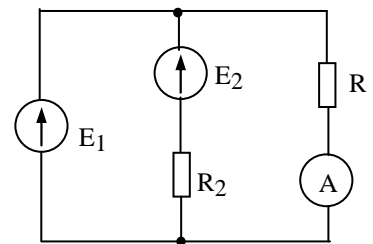

Рис.1.4.2
1.4.2. Определить величину и направление тока через амперметр A (рисунок 1.4.2), если $E_1=4$ В, $E_2=6$ В, $R_2=4$ Ом, $R=10$ Ом.